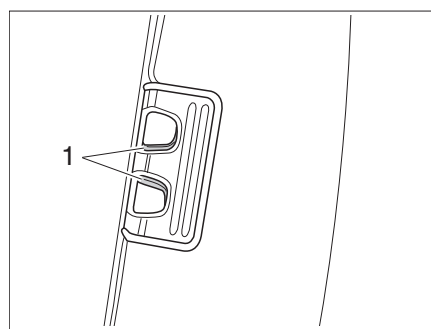

Figura 14 Estor plegable, bloqueo
- Apretar y elevar ligeramente el bloqueo (Figura 14,1).